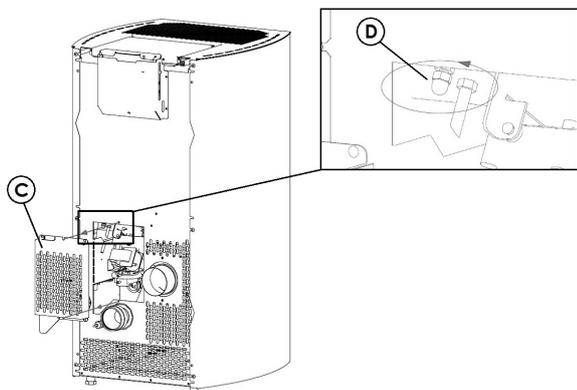

Fig. 33 - Rimozione carter
- Rimuovere il carter "C" di ispezione sulla schiena della stufa (vedi **Fig. 33**).